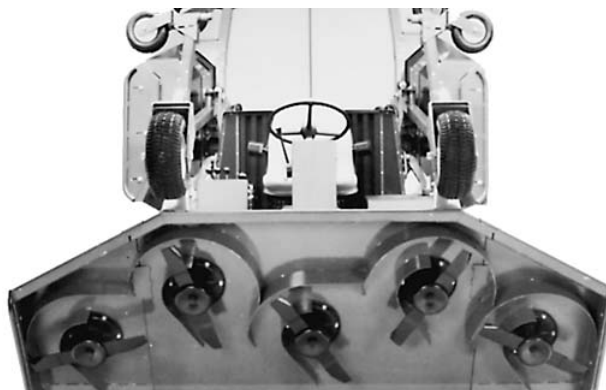

Figure 60
Remarque : Bien que cela ne soit pas nécessaire pour l'entretien courant, il est possible de faire pivoter (incliner) le plateau de coupe avant pour le redresser complètement (Fig. 60). Pour ce faire, procédez comme suit :
6. Faites-vous aider par au moins une autre personne pour incliner le plateau de coupe. Soulevez le plateau à la position verticale en le tenant par l'avant (Fig. 60).